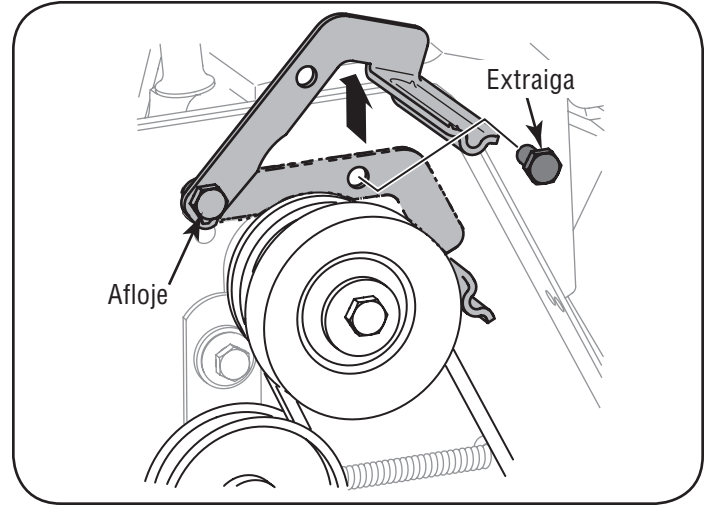

Figura 23
3. Afloje el perno que se muestra en la Figura 23 que sujeta la ménsula del guardacorrea y retire el otro perno. Empuje el guardacorrea y la ménsula hacia arriba para sacarlos de la polea del motor. Vea la Figura 23.